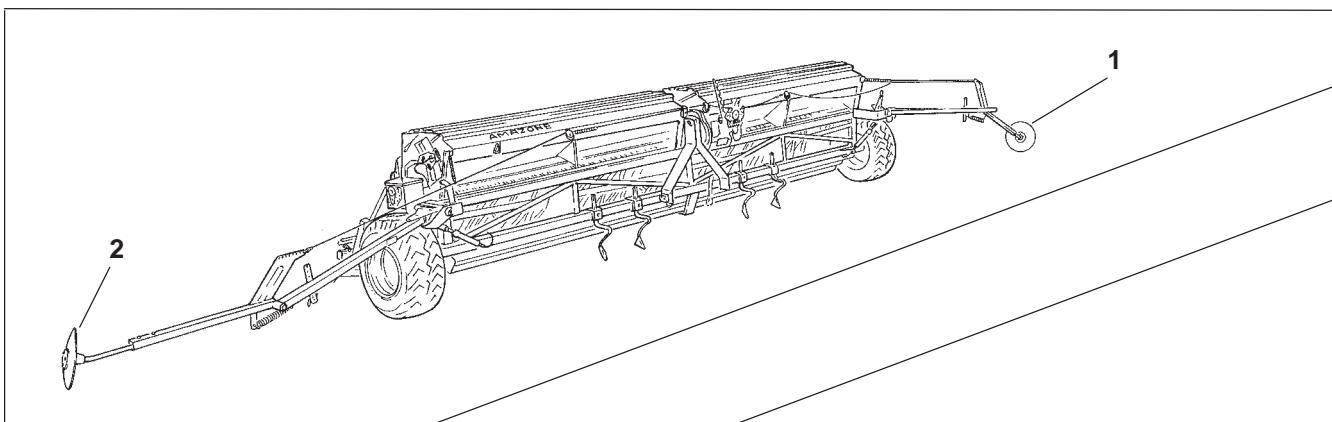
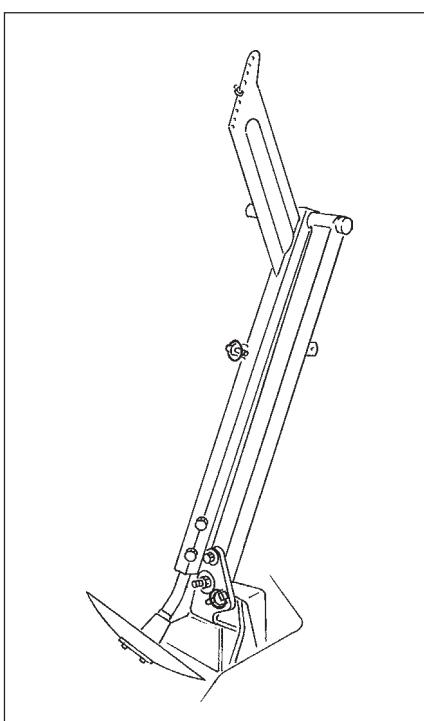

Рис. 10.1
Рис. 10.3
Сеялка оснащена двумя маркерами (Рис. 10.1) для маркировки колеи в центре трактора. После поворота в конце поля при встречном соединительном движении трактор едет посредине отмеченной колеи.
Колея маркируется во время посева диском маркера (Рис. 10.1/1). Второй диск маркера (Рис. 10.1/2) необходимо поднять. Он Вам понадобится только после разворота в конце поля.
- из транспортного положения (Рис. 10.3) в рабочее положение (Рис. 10.1) или наоборот или